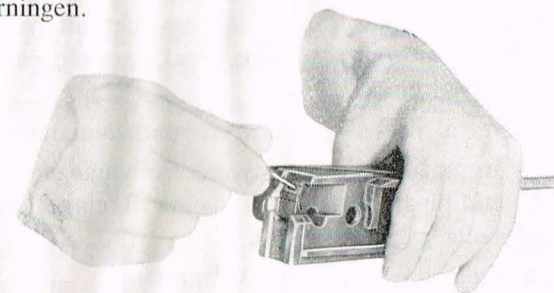

Bild 34.
1. Tryck in spärren med en dorn och för över styrningen åt sidan, så att spärren snäpper in i styrningens högra hål (vänstra på högermatad kulspruta) (bild 34).